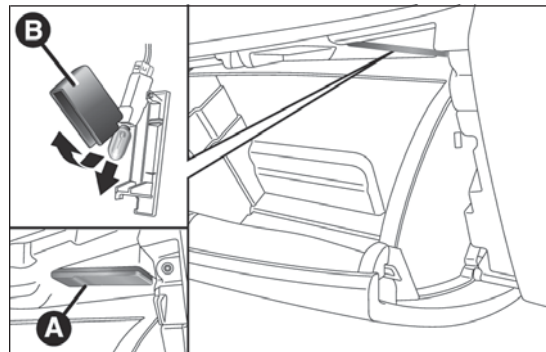

fig. 200
- ☐ abrir la guantera y extraer el plafón A fig. 200;